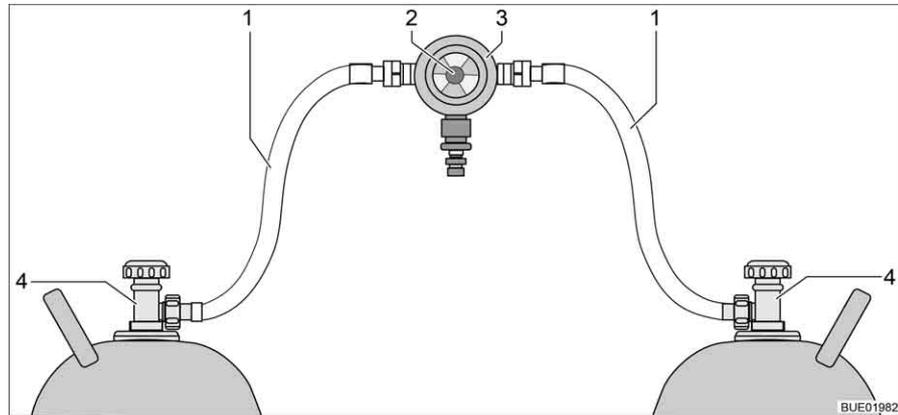
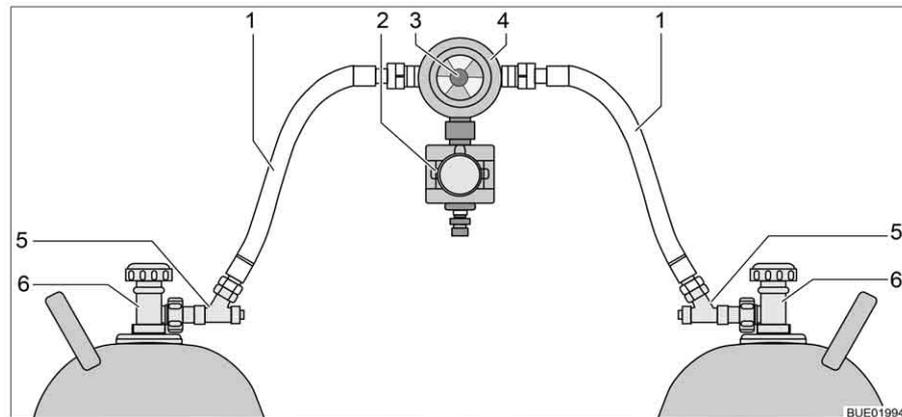

Bild 109 Gasflaschen-Umschaltanlage
Bild 110 Gasflaschen-Umschaltanlage mit CPU
Die Gasflaschen-Umschaltanlage besteht aus einem kombinierten Gasdruckregler mit Umschaltventil und Anzeige (Bild 109,3). Die Gasflaschen-Umschaltanlage ist zwischen den beiden Gasschläuchen (Bild 109,1) montiert.
Die Gasflaschen-Umschaltanlage besteht aus einem kombinierten Gasdruckregler mit Umschaltventil und Anzeige (Bild 110,4) und einem Elektroventil (Bild 110,2). Das Elektroventil sperrt bei Vollbremsung, Unfall oder ungewöhnlich großer Schräglage die Gaszufuhr zum Fahrzeug. Die Gasflaschen-Umschaltanlage ist zwischen den beiden Gasschläuchen (Bild 110,1) mit Schlauchbruchsicherungen (Bild 110,5) montiert.
Mit dem Drehknopf (Bild 109,2 bzw. Bild 110,3) an der Gasflaschen-Umschaltanlage lässt sich bestimmen, welche der Gasflaschen als Betriebsflasche und welche Gasflasche als Reserveflasche verwendet wird.
An der Bedieneinheit (Bild 111) können nur die elektrischen Funktionen geschaltet werden. Die Haupt-Absperrventile der Gasflaschen (Bild 109,4 bzw. Bild 110,6) müssen von Hand geöffnet oder geschlossen werden.
- Haupt-Absperrventile an den Gasflaschen (Bild 109,4 bzw. Bild 110,6) öffnen.
- Schlauchbruchsicherungen (Bild 110,5) nacheinander 10 Sekunden lang drücken.
- Mit dem Drehknopf (Bild 109,2 bzw. Bild 110,3) an der Umschaltanlage die Gasflasche wählen, der vorrangig das Gas entnommen werden soll (Betriebsflasche). Drehknopf immer bis zum Anschlag drehen.
- Haupt-Absperrventile an den Gasflaschen (Bild 109,4 bzw. Bild 110,6) schließen.